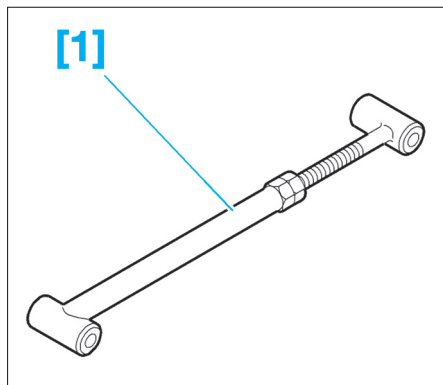

FIG. 19
- [1]. Gabarit de longueur réglable pour le positionnement des bras de suspension (Faux amortisseur) (Fig.19).